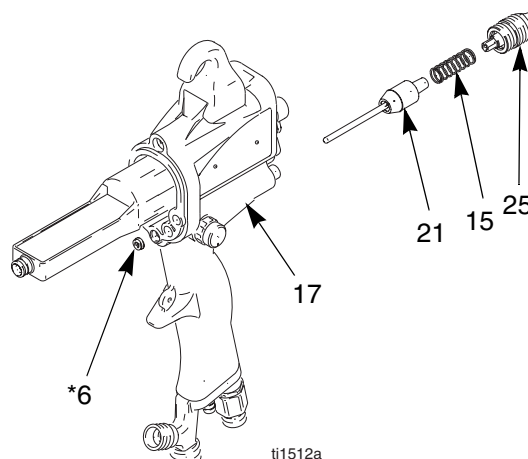

Fig. 21. Válvula neumática
3. Retire la válvula de ajuste del fluido (25) de la empuñadura (17). Retire el muelle (15). Vea la Fig. 21.